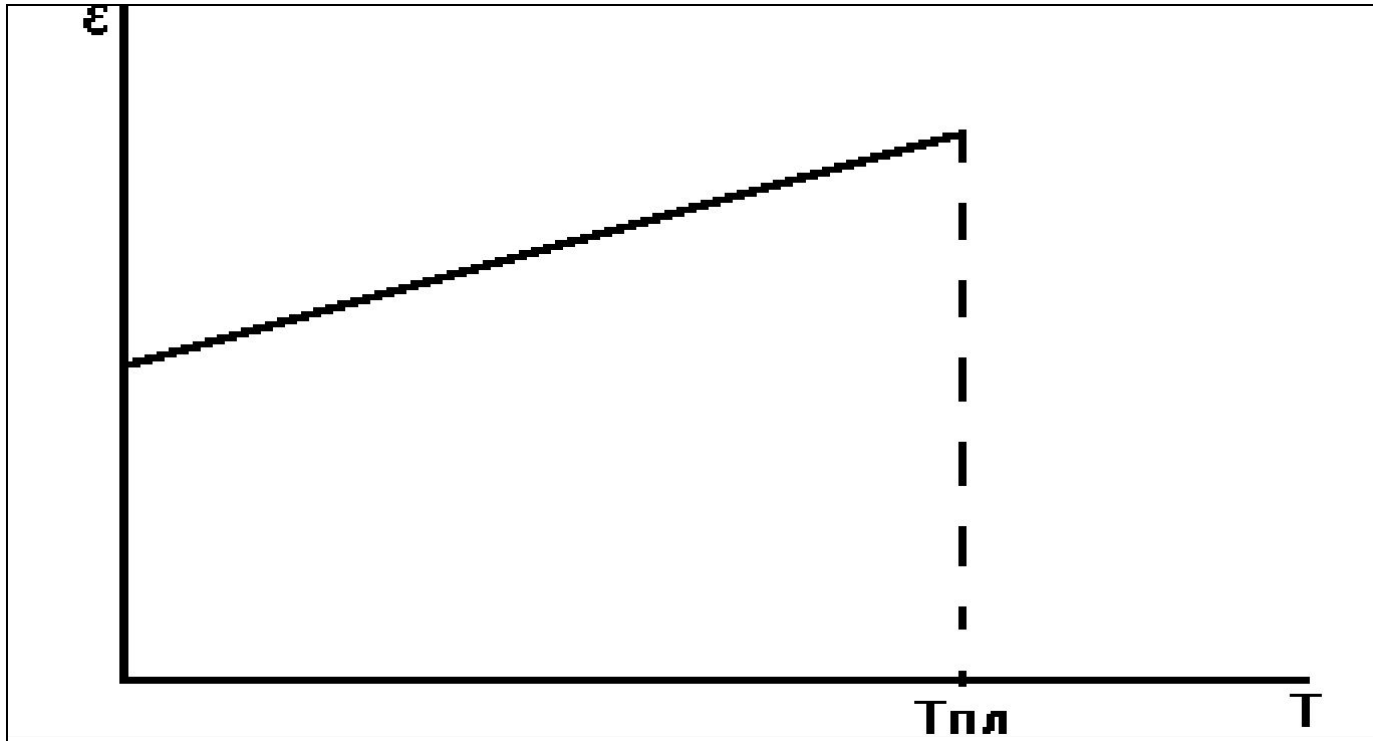

Рис. 5 Зависимость диэлектрической проницаемости от температуры для ионных кристаллов.
- Поэтому при повышении температуры диэлектрическая проницаемость ионных кристаллов возрастает (рис. 5).